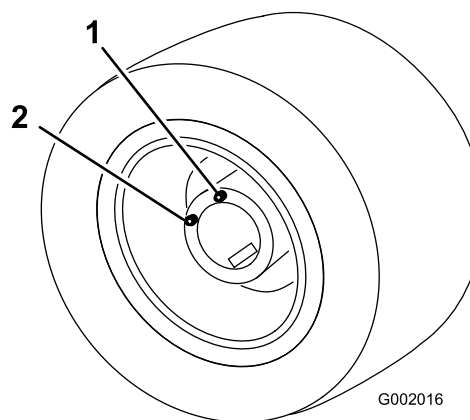

Figure 85
5. Conduisez lentement le véhicule jusqu'à ce que la roue soit positionnée comme montré à la Figure 85.